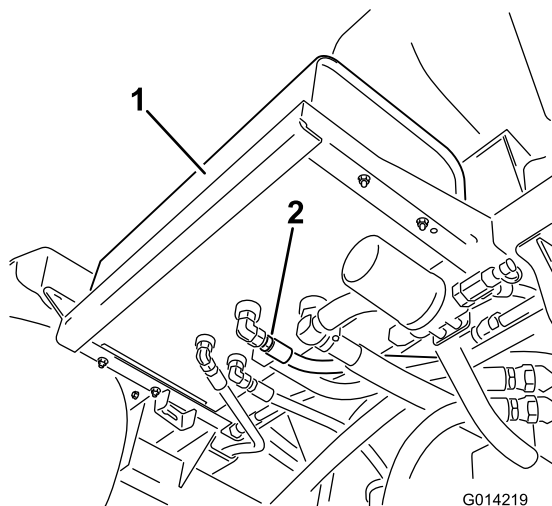

Bild 111
2. Reinigen Sie den Bereich um ein Hydraulikschlauch-Anschlussstück unten am Hydraulikölbehälter (**Bild 111**).
4. Nehmen Sie das Schlauch-Anschlussstück vom Behälter ab und lassen das Öl in die Wanne laufen (**Bild 111**).